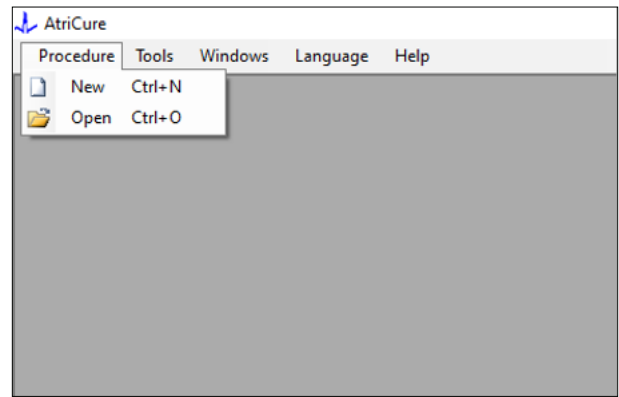
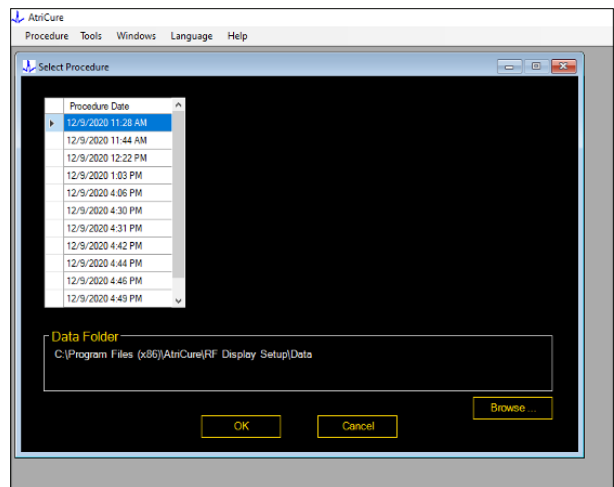

Figura 6: Opțiune pentru deschiderea unei anumite ablații pentru verificare
Figura 7: Selectarea unei ablații efectuate anterior pentru verificare (imagine furnizată doar ca referință)
1. Selectarea opțiunilor Procedura > Deschidere (consultați **Figura 6** și **Figura 7**):